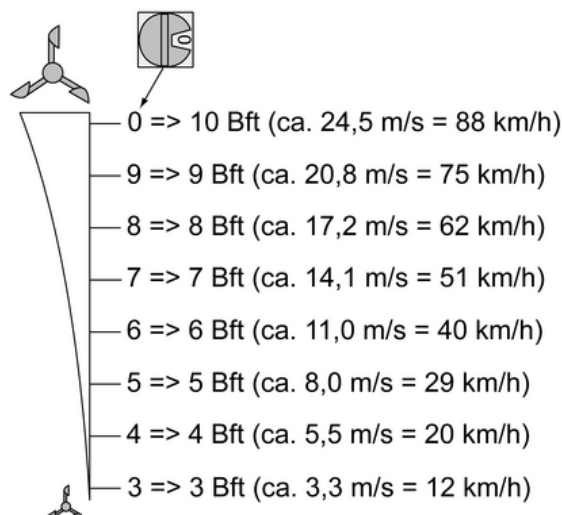

Bild 5: Windstärkeeinstellung
- Mit dem Drehschalter (9) die Windstärke einstellen, bei welcher der Behang in die geschützte Endlage fahren soll (Bild 5). Die Einstellung erfolgt in Beaufort Bft.